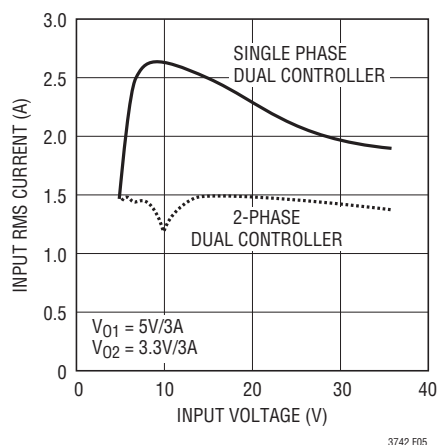

図5. RMS入力電流の比較
1.8A_{RMS}から約0.8A_{RMS}に減少します。これ自体でも大きな減少ですが、電力損失はI_{RMS}の二乗に比例するので、入力コンデンサによって実際に浪費される電力は約4分の1に減少することに注意してください。標準的アプリケーションのRMSリップル電流の減少を図5に示します。